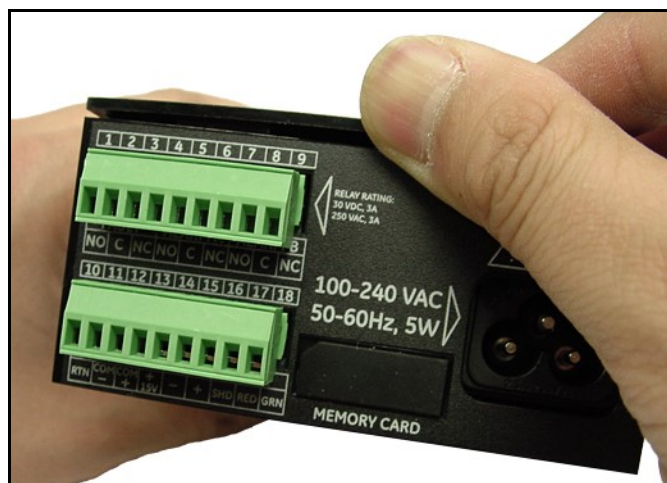

Figura 5: Levantar el borde posterior de la cubierta
3. Levante el borde posterior de la cubierta superior (vea la *Figura 5* a continuación).